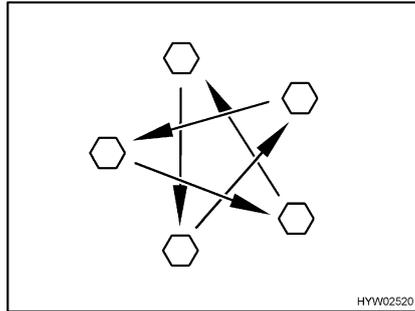

Fig. 297 Serrare a croce i dadi o i bulloni delle ruote
- Controllare regolarmente il serraggio dei dadi o dei bulloni. Regolare il serraggio dei dadi delle ruote o dei bulloni delle ruote di una ruota sostituita dopo circa 50 km (Fig. 297). Coppia di serraggio vedi paragrafo 14.5.2.
- Se si utilizzano cerchioni nuovi o riverniciati, regolare il serraggio dei bulloni o dei dadi dopo altri 1000 - 5000 km (Fig. 297).
- ▷ Serrare a croce i dadi o i bulloni delle ruote (Fig. 297).